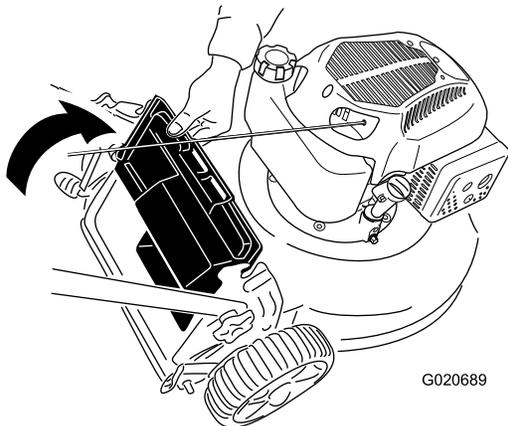

Figura 20
2. Tirate verso l'alto il deflettore posteriore e tenetelo sollevato (Figura 20).